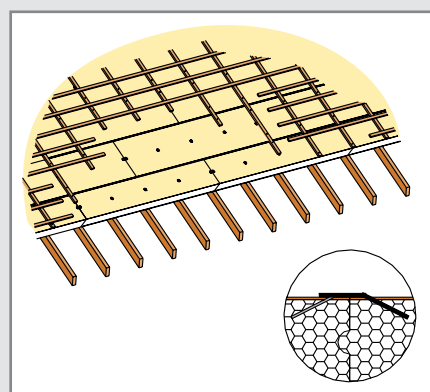

Fig. 27 : Fibratéc Chevron Évolution
- à l'aide d'une pointe munie d'une rondelle au centre de chaque panneau (fig. 27)
- au travers des contreliteaux rapportés au droit des supports, à raison de 2 pointes par largeur de panneau (fig. 27).
Avant la pose des contreliteaux, les joints longitudinaux entre parements couverture des panneaux sont calfeutrés à l'aide du profil PVC emboîté dans la rainure du panneau supérieur (fig.27). Les joints transversaux sont calfeutrés à l'aide de la bande adhésive aluminium.